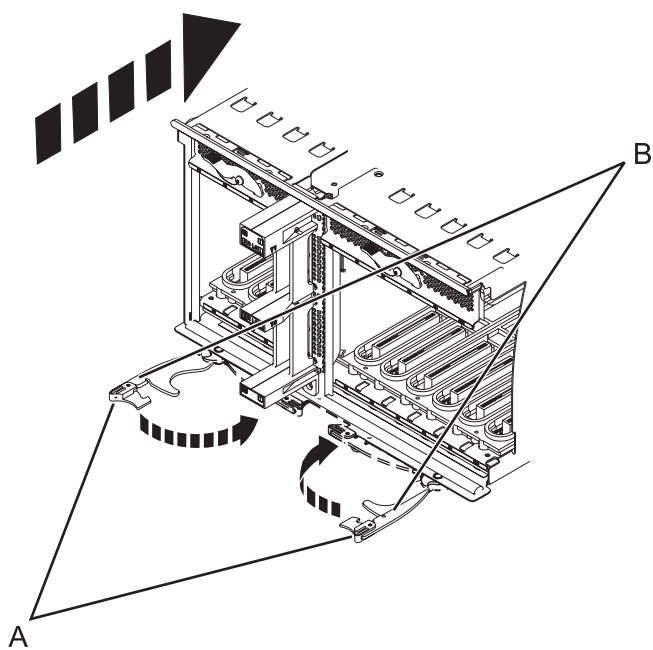

Figure 59. Installation de la carte mère d'entrée-sortie sur un modèle monté en armoire
8. Insérez la carte mère d'entrée-sortie fermement dans le serveur, comme indiqué dans la figure 59, à la page 78.
9. Fixez la carte mère d'entrée-sortie avec les languettes de verrouillage (A), comme indiqué dans la figure 59, à la page 78.